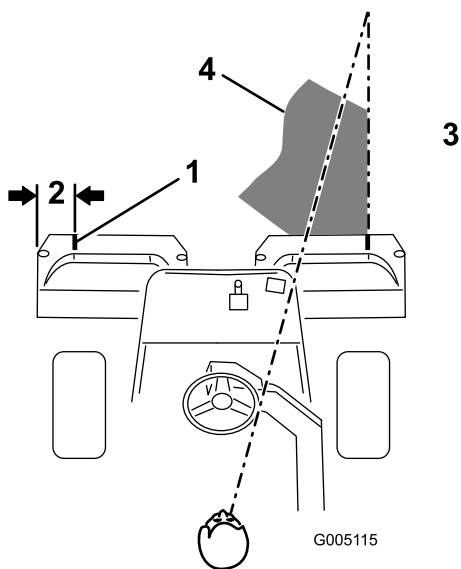

Рисунок 12
2. На каждый травосборник наклейте отрезок белой ленты или нанесите краской линию параллельно наружному краю (Рисунок 12).